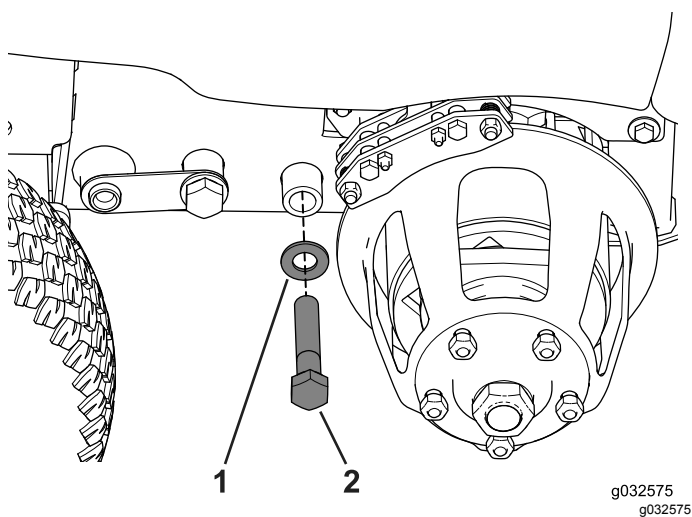

Figure 77
4. Installez le boulon ($\frac{3}{4}$ " x 4"), comme montré à la Figure 77